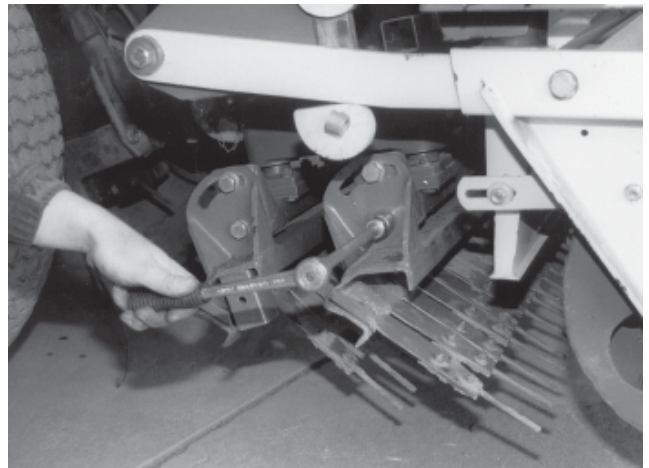

fig. 32
- desserrer les vis de fixation de part et d'autre de la barre porte-griffes (fig. 32),